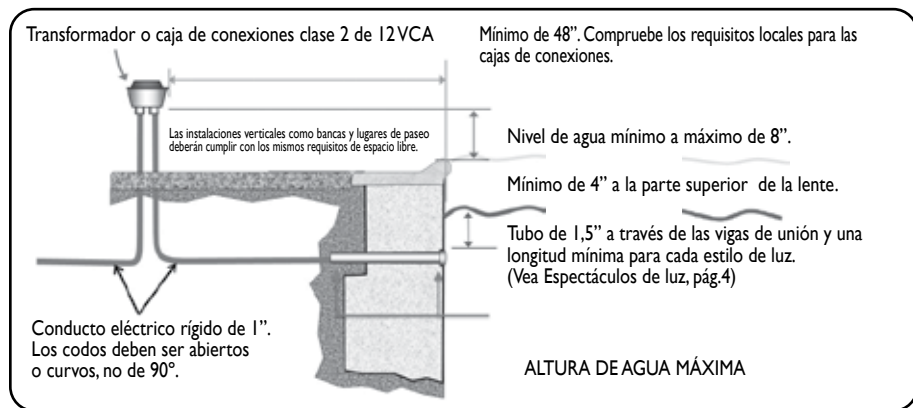

Figura 1: Instalación de la luz VÜ sin nicho con la conexión plástica estándar de 1.5"
NOTA: Los pasos preparatorios deben ser realizados por un electricista acreditado antes de poder instalar el accesorio de luz (vea la Figura 1).
1. La caja de conexiones o el transformador de bajo voltaje debe estar al menos a ocho (8) pulgadas (medida desde el interior de la parte inferior de la caja de conexiones o el transformador) por encima del nivel MÁXIMO del agua, O al menos cuatro (4) pulgadas por encima del nivel del suelo o de la cubierta de la piscina, lo que esté a mayor altura. La caja de conexiones o el transformador también deben instalarse al menos a cuarenta y ocho (48) pulgadas (4 pies) del borde de la piscina (vea la Figura 1).
2. Un retorno de pared de 1.5" de plástico (no incluido) debe instalarse de modo que el borde superior de la lente de la luz VÜ LED sin nicho es de al menos cuatro (4) pulgadas (10,2 cm) por debajo de la superficie del agua de la piscina.